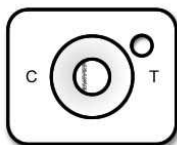

Fig. 1b. Negativo
4. **Resultado negativo:** Un test no puede interpretarse como negativo o inválido hasta 10 minutos después de la adición del *Substrato*. Se observa una sola línea azul en el lado de control (“C”) de la *Ventana de reacción* y no se observa una línea de test en el lado “T” de la *Ventana de reacción* (Fig. 1b). Un resultado negativo indica que la toxina de *C. difficile* está ausente en la muestra o por debajo del límite de detección del test.